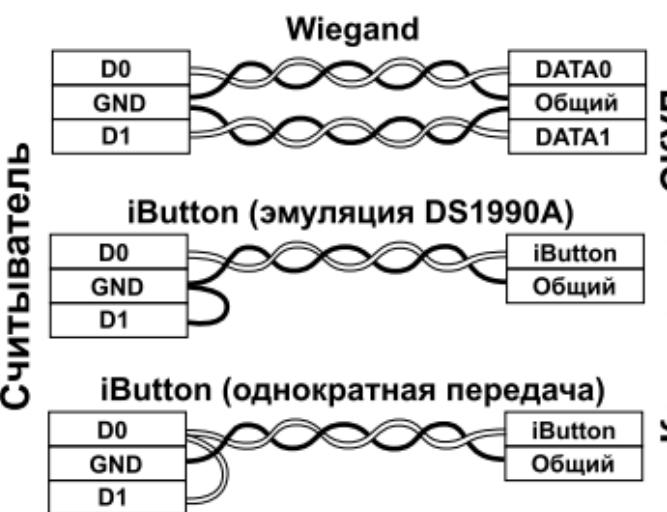

Рис. 2
Параметры интерфейса подключения считывателя к контроллеру можно настроить вне зависимости от режима (зашитённый/незашитённый). Исходно активен протокол передачи Wiegand. Выбор протокола iButton (TM) осуществляется замыкание DATA1 (коричневый) на GND (чёрный) (см.рис.2). Передача TM осуществляется по DATA0 (белый).